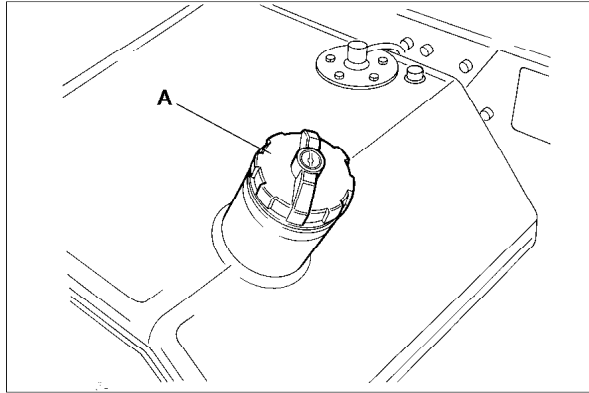

Fig.15
- Add diesel fuel (Fig.15).
- Vullen met dieselbrandstof (Afb.15).
- Faites le plein de diesel (Fig.15).